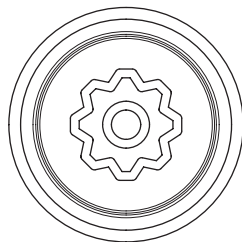

Abb. 13
- Auswahl-taste, siehe Abb. 13.